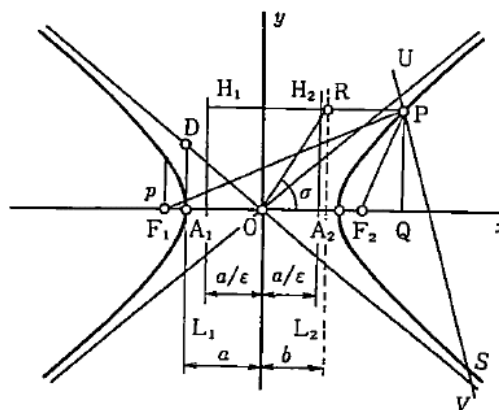

Fig. 1 Sample of clear figure
(1) 本文中では、図 1、表 1 のように日本語で書く。写真は、図として扱う。
(2) 番号・説明などは、図・写真についてはその下に、表についてはその上に書く。
(3) 本文と、図・表の間は 1 行以上の空白を空けて、見やすくする。
(4) 図中・表中の説明及び題目はすべて英語で書く（最初の文字は大文字とする）。
(5) 図及び表が 1 列（片側）に収まらない場合 2 列（両側）にまたがって書くことができる。
(6) 図及び表の横に空白ができて、その空白部には本文を記入してはならない。